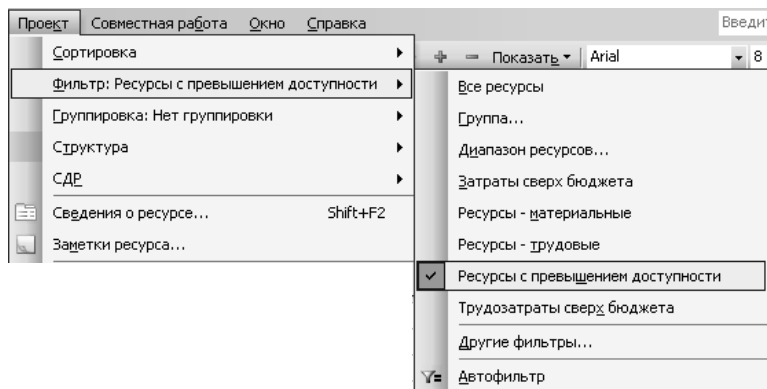

Рис. 20. Меню використання ресурсів
2. У меню **Проект** виберіть **Фільтр** і потім вкажіть **Ресурси з перевищенням доступності** (рис. 20).